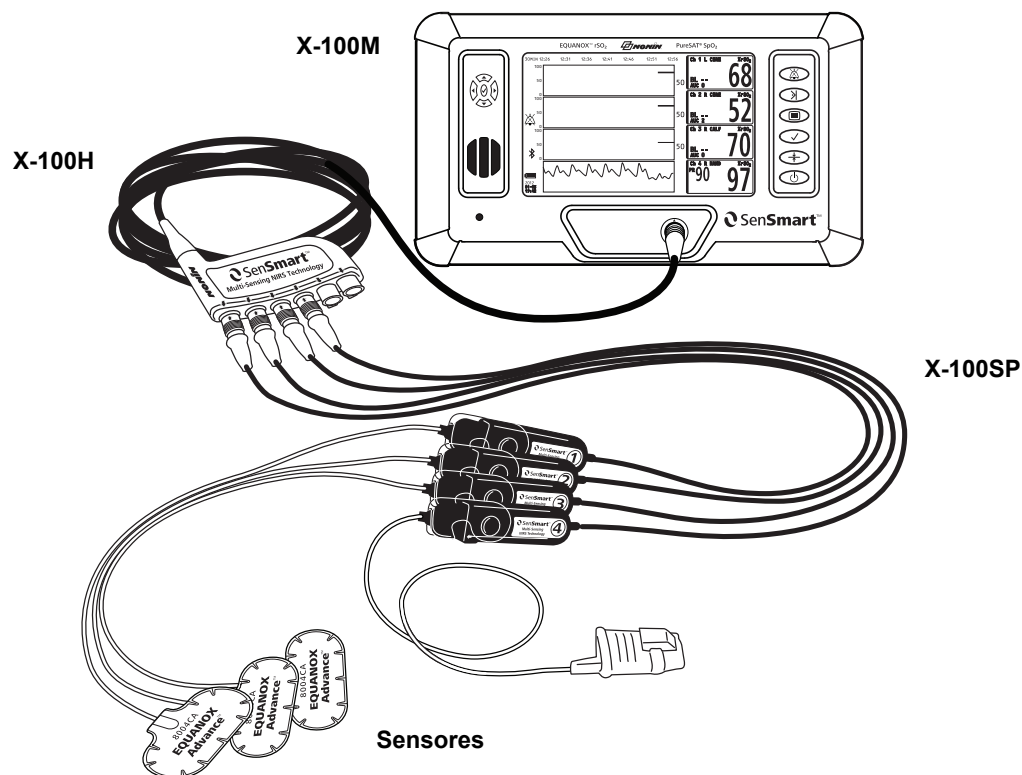

Figura 4: Configuração do sistema (Sensores ≥ 40 kg, 4 canais ligados)
- O exemplo na figura 4 mostra uma configuração de sistema utilizando sensores regionais para doentes com peso ≥ 40 kg. Estes sensores (8003CA, 8004CA) ligam-se directamente ao processador de sinais X-100SP. O sensor de oximetria de pulso 8100S(X) liga-se directamente ao processador de sinais.